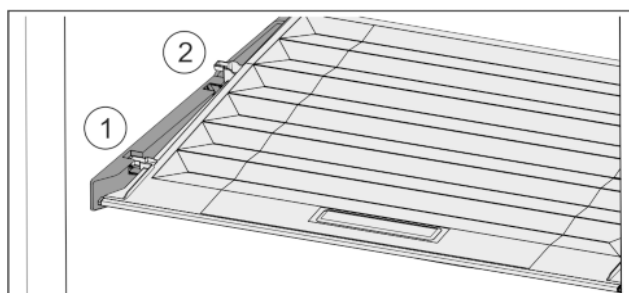

Fig. 32
- Vytáhněte víko dopředu až k otvoru v přídržných dílech Fig. 32 (1).
- Vzadu zesponu nadzvedněte a vyjměte směrem nahoru Fig. 32 (2).